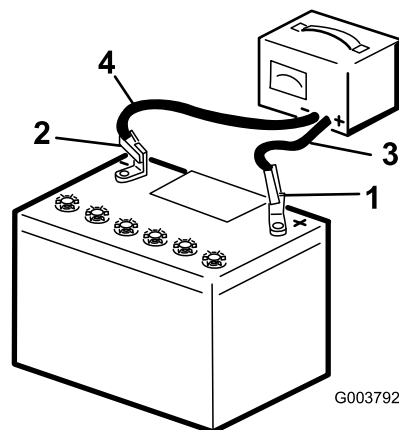

Figure 39
3. Chargez la batterie pendant 10 à 15 minutes entre 25 et 30 A, ou pendant 30 minutes entre 4 et 6 A (Figure 39). Ne chargez pas la batterie excessivement.
4. Quand la batterie est chargée au maximum, débranchez le chargeur de la prise, puis débranchez les fils du chargeur des bornes de la batterie (Figure 39).